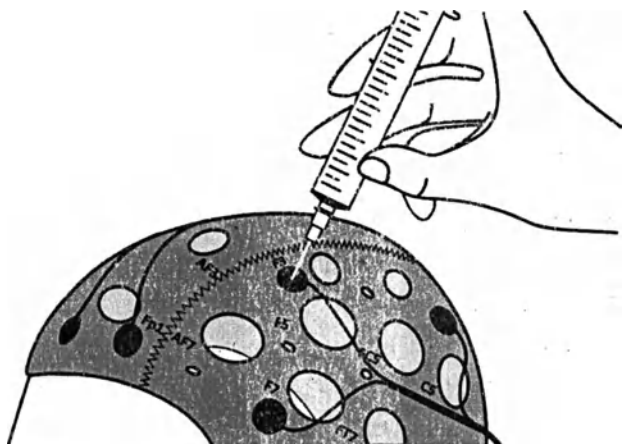

Рис. 32. Заполнение электродов шапочки гелем
3. Заполните вмонтированные в шапочку электроды и, при необходимости, ушные электроды-клипсы токопроводящим гелем при помощи толстой тупой иглы, надетой на шприц (рис. 32).